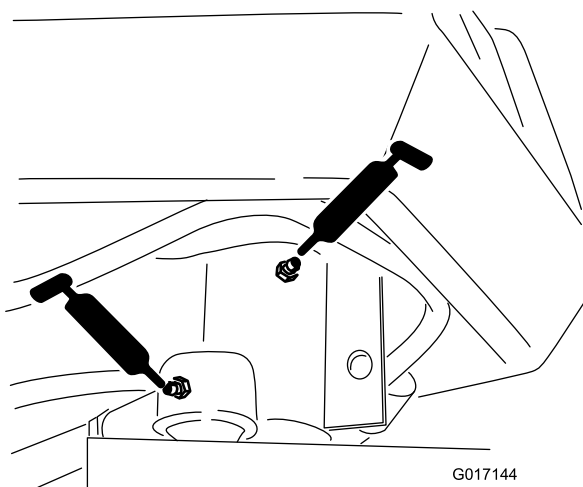

Figura 40
- Asse della forcella dello sterzo (1) (Figura 40)
- Estremità dell'asta del cilindro sterzante (Figura 40)